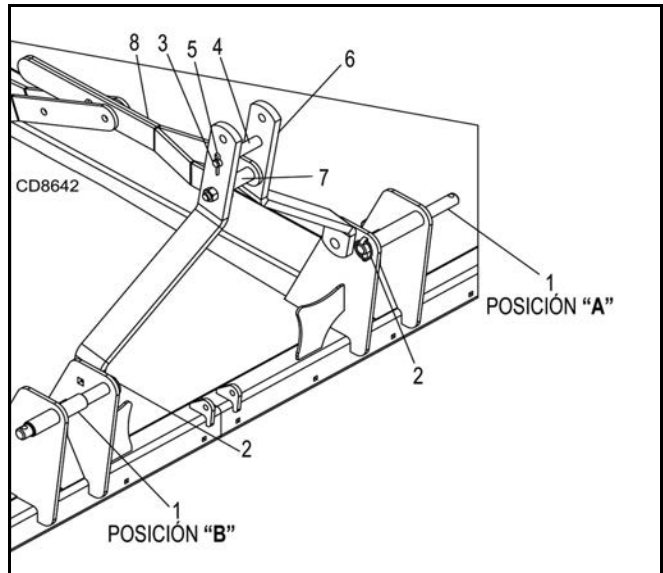

Figura 3. DS10.40E Conexión con enganche estándar y rápido
2. Inserte las barras de enganche inferiores (1) en la Posición B, Figura 3, a través de las placas del mástil y los ejes elevadores inferiores del tractor.
3. Asegúrelo con chavetas con argolla (2).
4. Conecte el acoplamiento superior del tractor al bastidor triangular de la desbrozadora usando los agujeros centrales y chavetas de 19 mm (3/4 in) (3), el manguito de D.e. de 25,4 mm (1 in) (4), un pasador de chaveta (5), y una chaveta con argolla de 6,4 mm (1/4 in) (6).
2. Inserte las barras de enganche inferiores (1) en la Posición A, Figura 3.
4. Conecte el acoplamiento superior del tractor al bastidor triangular de la desbrozadora usando los agujeros centrales y chavetas de 19 mm (3/4 in) (3), el manguito de D.e. de 31,8 mm (1-1/4 in) (no mostrado), un pasador de chaveta (5), y una chaveta con argolla de 6,4 mm (1/4 in) (6).
1. Coloque las barras de enganche inferiores (1) en la Posición A, Figura 3.
2. El gancho superior del enganche rápido se enganchará en el manguito de 31,8 mm (1-1/4 in) (7) entre los acoplamientos del freno (8), tal y como se muestra para la Categoría 2. El acoplamiento del freno y el manguito necesitarán colocarse en el agujero central del bastidor triangular para la Categoría 3.